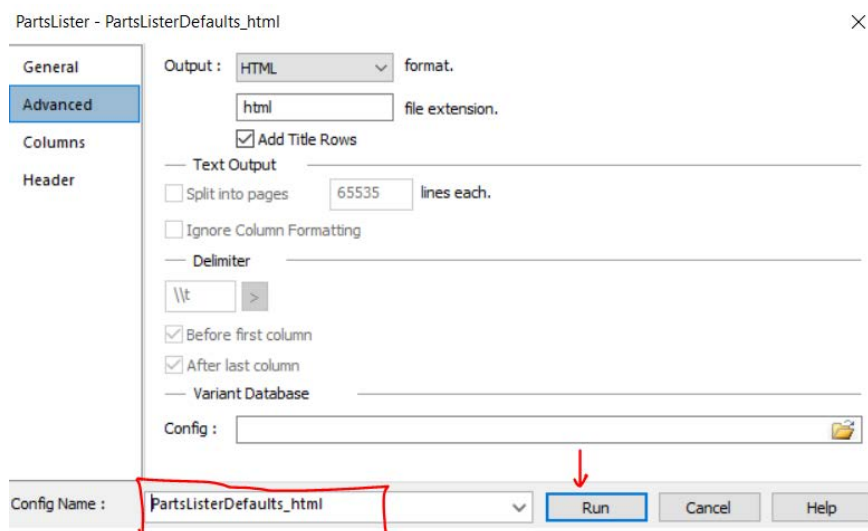

Рисунок 6
- 3) В настройках Part Lister в нижней части окна выберите конфигурацию PartsListerDefaults\_html и нажмите кнопку Run для генерации BOM (рисунок 6)